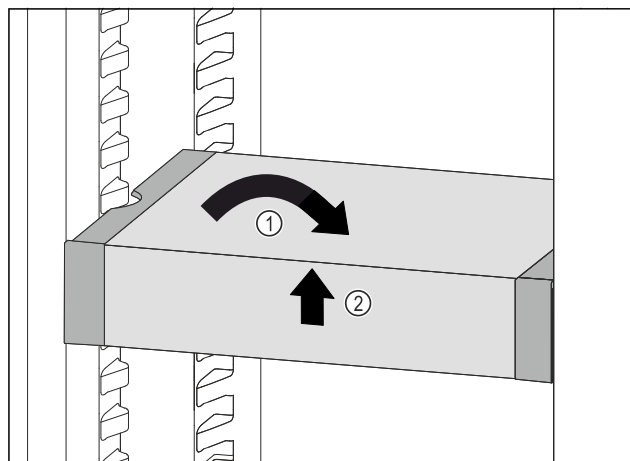

Fig. 76
- ▶ Predal VarioSafe postavite ravno. Fig. 76 (1)
- ▶ Predal VarioSafe dvignite spredaj. Fig. 76 (2)